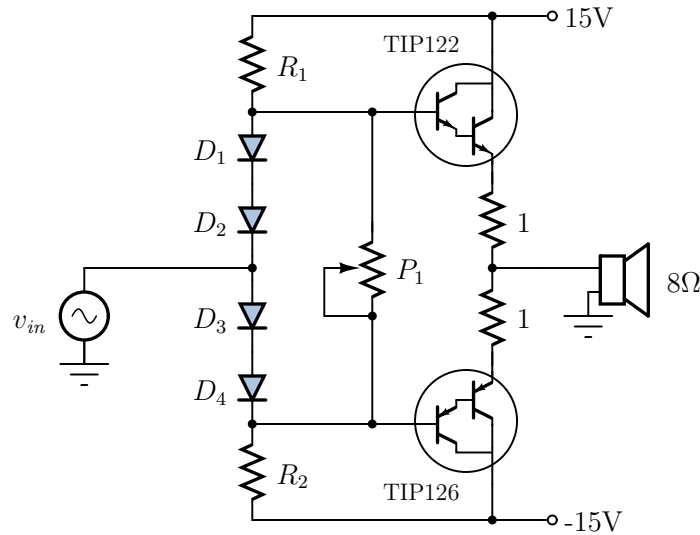

Figura 5: Amplificador clase AB.
5. Con estas explicaciones debería estar en condiciones para entender el funcionamiento del circuito que se presenta en la figura 5. Considere que el potenciómetro P_1 se puede utilizar ajustar la corriente de polarización de los diodos. Calcule valores para R_1 , R_2 y P_1 , considerando la información que aparece en la hoja de datos de los distintos componentes y considerando márgenes de seguridad.
6. Simule el circuito de la figura 5 pruébelo con una señal sinusoidal de $1V_{pp}$ con valor DC nulo, 1 kHz de frecuencia y con los valores calculados para porcentajes de la resistencia no cortocircuitada del potenciómetro P_1 de 0, 20, 50, 70 y 100 %. Tabule sus resultados. Los modelos de los transistores utilizados -TIP122 y TIP126- se pueden encontrar como subcircuito en internet. Como dato adicional, en LTspice, si usted realiza una simulación transiente y ubica el cursor sobre algún componente presionando la tecla ALT, el cursor se transforma en un termómetro y en el visualizador de onda se despliega la potencia consumida -o entregada- por el elemento. Utilice esta función y estudie los valores de potencia tanto en la entrada como en la salida del circuito.
1. Arme el circuito amplificador de la figura 5 y pruébelo con una señal sinusoidal de las mismas condiciones que el trabajo previo, utilizando el generador de señales y una carga resistiva.⁴